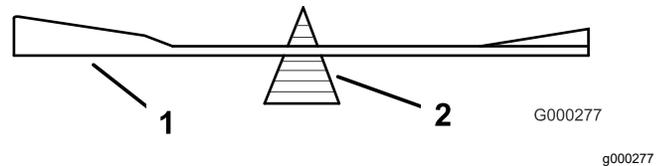

Figure 111
2. Vérifiez l'équilibre de la lame en la plaçant sur un équilibreur (Figure 111).